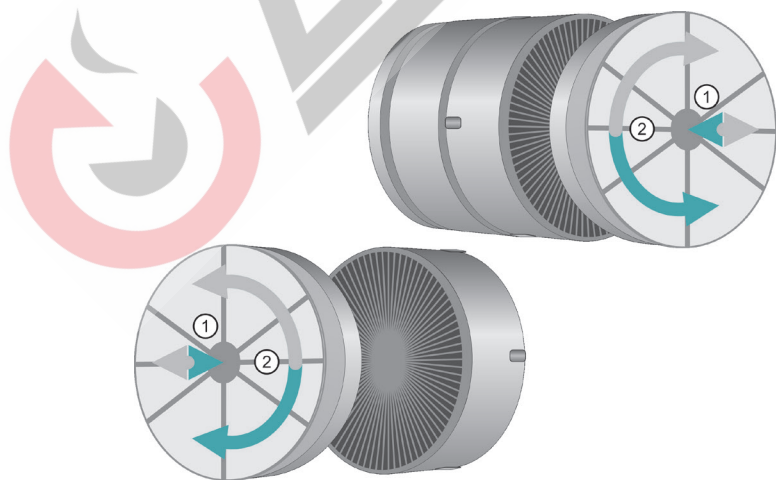

Рис. 14 Установка угольного фильтра
2. Вставьте угольный фильтр и поверните его в часовом направлении. То же самое проделайте со второй стороны мотора (рис. 14).